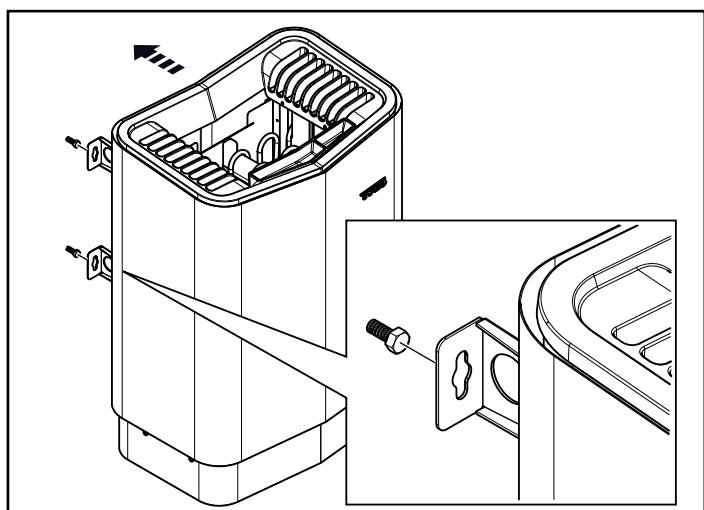

Fig 13: Häng upp aggregatet
7. Häng upp aggregatet på skruvorna se Fig 13.